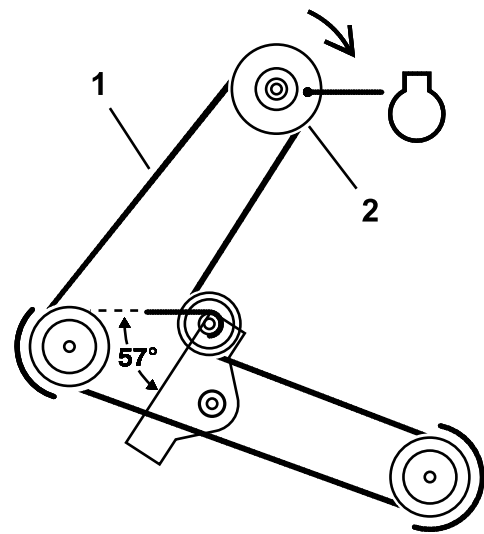

Figure 33
5. Enlevez la courroie du plateau de coupe de la poulie d'embrayage électrique (Figure 33).
- 5. Placez la courroie du plateau de coupe autour de la poulie d'embrayage électrique (Figure 33).